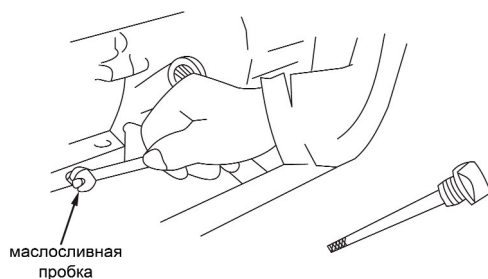

Рис. 12
- отвернуть маслозаливную и маслосливную пробки. Слить масло. Установить маслосливную пробку на место и надёжно её затянуть (см. рис. 12).